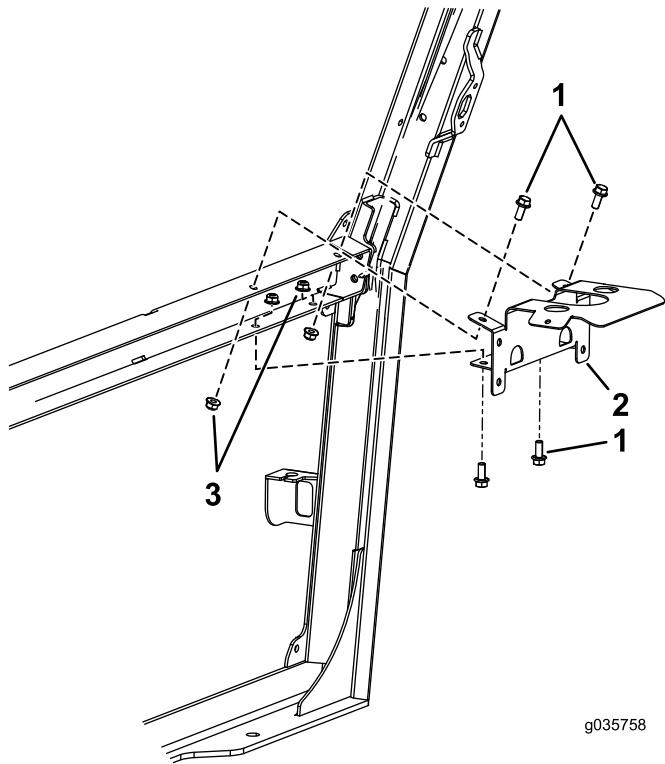

Рисунок 6
1. Установите кронштейн на раму с помощью 4 болтов (5/16 x 3/4 дюйма) и 4 фланцевых гаек (5/16 дюйма), как показано на Рисунок 6.